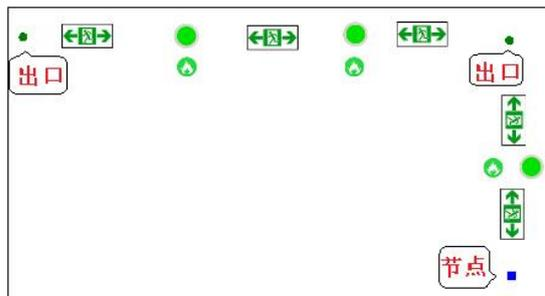

图 1
**第一步：**按实际出口位置添加“出口”（添加节点后按空格键），在转弯处和路线尽端添加节点。一条路线可包含多个节点和出口。见图 1
单击“开始”后，系统会自动扫描底下设备并把识别到的设备自动添加到设备树 COM 口底下；搜索完毕时，会提示执行完毕（如下图 1）；同时在建筑视图-默认建筑上也会自动添加上对应的灯具。